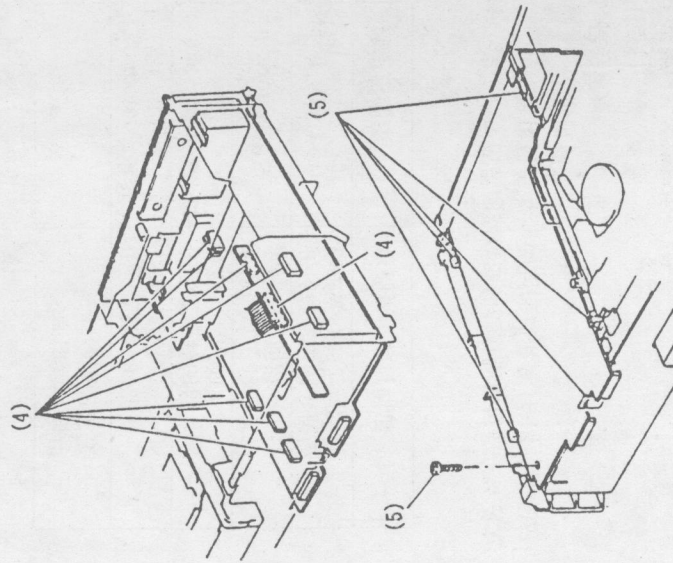

图45
④解开8个接头器和1条扁平电缆,如图45所示;
⑤拆卸1个螺钉并释放5个接头片,如图45所示。
③拆卸主电路板,如图45所示;